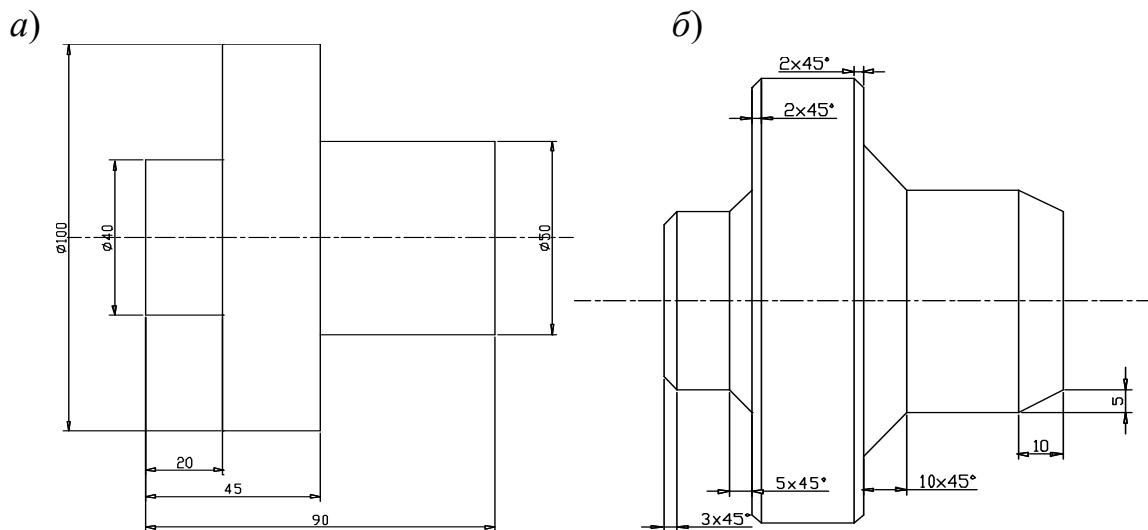

Рисунок 3.7 – Поясняющий рисунок для задания 7
- 7 Построить фигуру в следующей последовательности (рисунок 3.7).